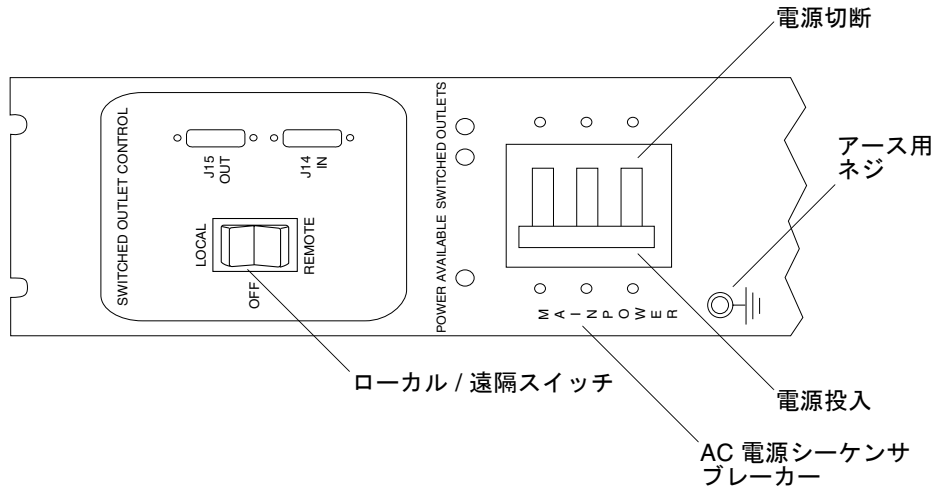

図 B-8 AC 電源シーケンサのコントロールパネル
6. ベースキャビネットの拡張キャビネットおよび拡張キャビネットの正面下側と背面下側のローカル / オフ / 遠隔スイッチを押して、遠隔に設定します (図 B-8)。
7. ベースシステムキャビネットの正面下側と背面下側の AC 電源シーケンサの回路遮断器を押してオンにします (図 B-8)。